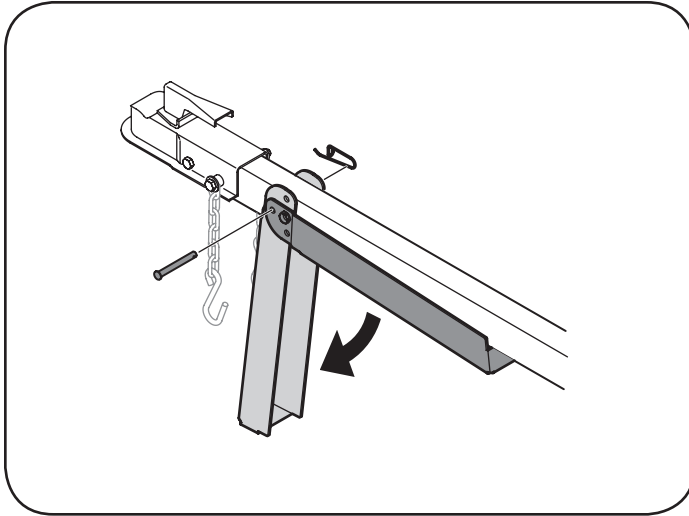

Figura 3-1
2. Asegurar el soporte del gato en posición con la clavija de la horquilla y el broche a resorte. Ver la figura 3-1.